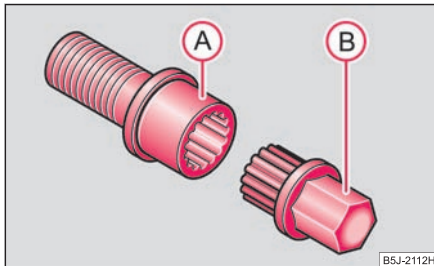

Abb. 198 Sicherheitsradschraube mit Adapter
- Stecken Sie den Adapter (B) mit seiner verzahnten Seite bis zum Anschlag so in die innere Verzahnung der Sicherheitsradschraube (A), dass nur noch der äußere Sechskant herausragt ⇒ Abb. 198.
- Stecken Sie den Radschlüssel bis zum Anschlag auf den Adapter (B).